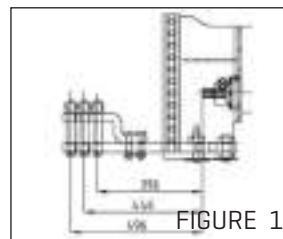

FIGURE 1
- La taille de l'arbre d'attelage comparée à l'équipement peut être plus longue ou plus courte comme l'indique la Fig. 1. Retirez La goupille « C » présentée dans la Fig. 3 et réglez-la en l'installant dans les orifices « A ».